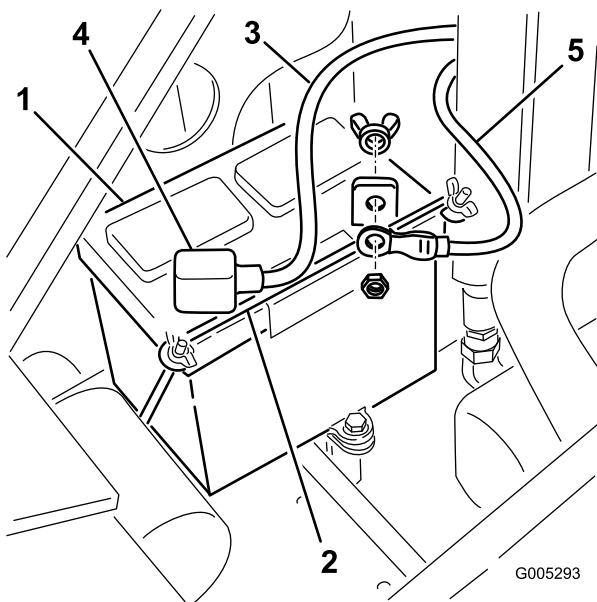

Figure 43
4. Enlevez les écrous à oreilles et les barres de fixation de la batterie (Figure 43).
5. Débranchez le câble négatif (noir) de mise à la masse de la borne de la batterie (Figure 43). Conservez les fixations.
7. Débranchez le câble positif (rouge) de la borne de la batterie (Figure 43). Conservez les fixations.
1. Branchez le câble positif (rouge) de la batterie à la borne positive (rouge) au moyen des fixations retirées précédemment (Figure 43).
3. Branchez le câble négatif de la batterie à la borne négative (noir) au moyen des fixations retirées précédemment (Figure 43).
4. Fixez la batterie au moyen de la barre et des écrous à oreilles (Figure 43).